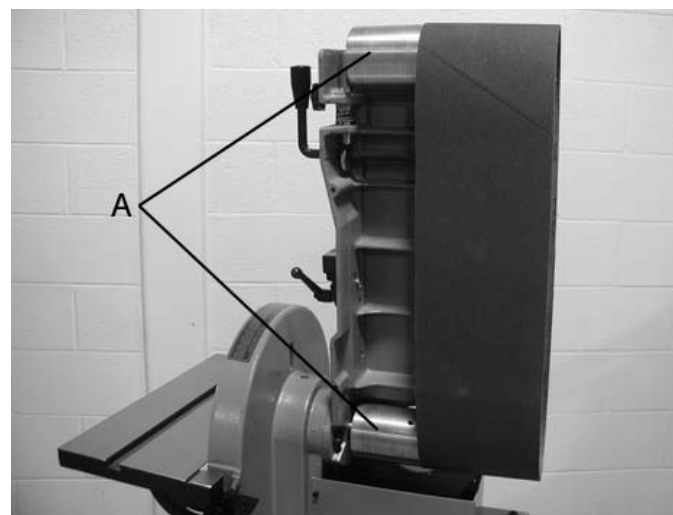

FIGURE 15
8. Retirez la courroie usée et glissez la nouvelle courroie autour des tambours (A-Fig.15). NOTE: Les flèches à l'intérieur de la courroie de ponçage doivent pointer vers la table de courroie afin que la courroie ne se détache pas.